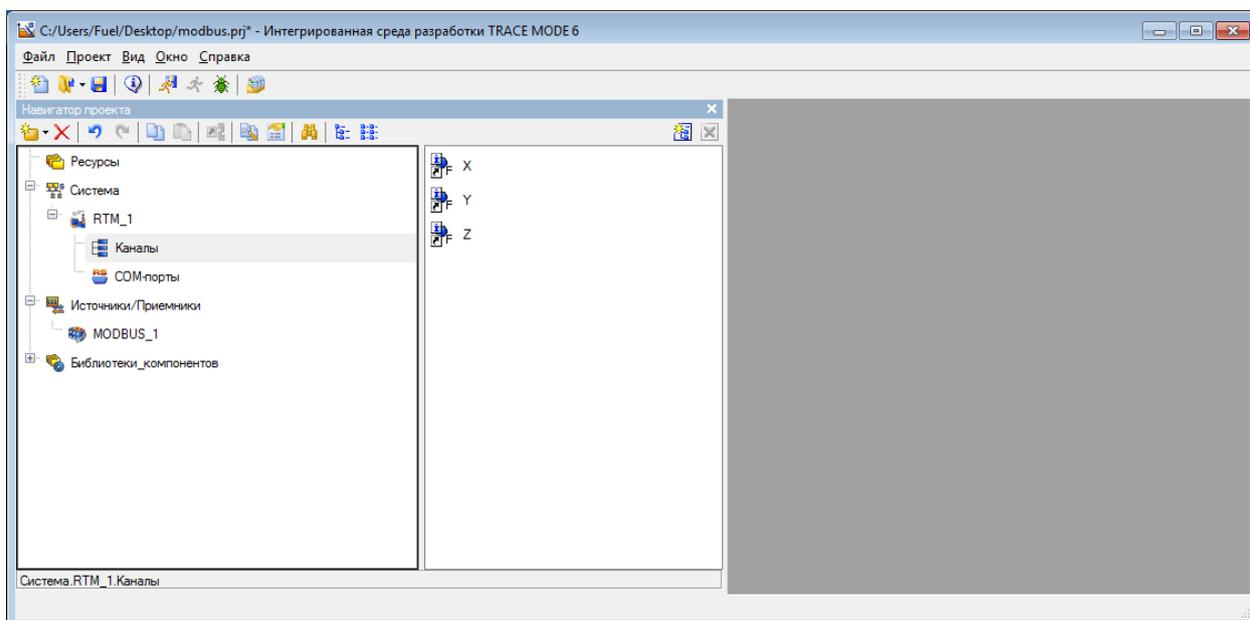

Рис. 9
- 2) Три созданных компонента перемещаем в группу «Каналы» узла «RTM_1» (рис. 9) Настройки каждого из трех каналов TRACE MODE оставляем по умолчанию.